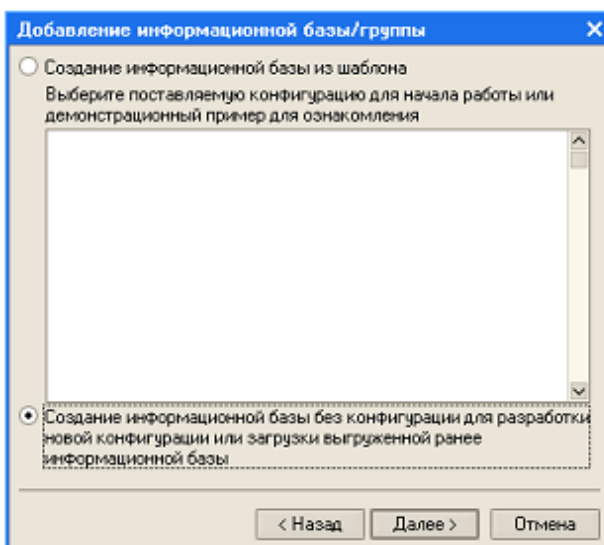

Рис. 8
4. Установите в открывшемся диалоговом окне переключатель *Создание информационной базы без конфигурации...* и щелкните на кнопке *Далее* откроется диалоговое окно (рис. 8).